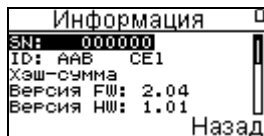

Рисунок 8
6.3.4 В пункте **Информация** (рисунок 8) можно посмотреть серийный номер прибора, хэш-сумму, версии прошивок, оценить состояние батареи питания и уровень включенной подсветки.